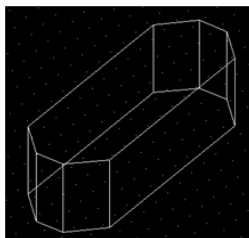

Рис. 42. Изометрический вид прямоугольника
- Получим изометрический вид прямоугольника (рис. 42).